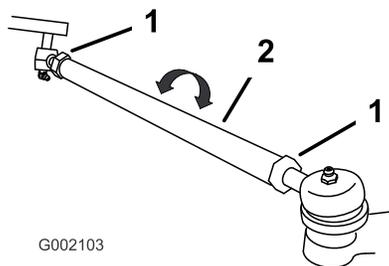

Bild 55
7. Wenn der Wert nicht zwischen 0-6 mm liegt, lösen Sie die Klemmmutter an beiden Enden der Spurstange (Bild 55).